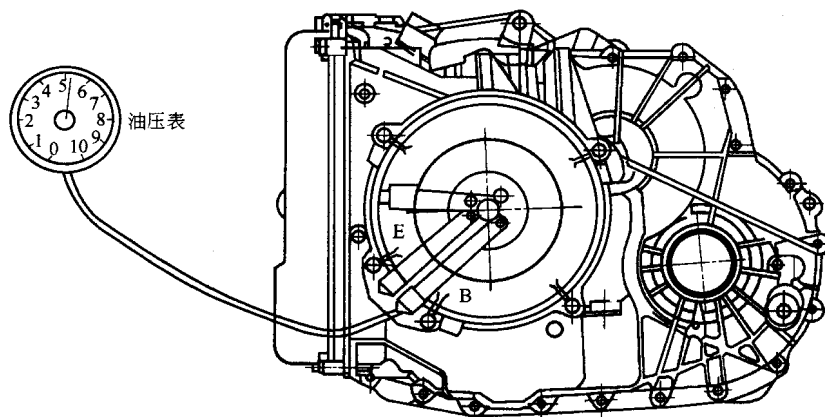

图 1-5 自动变速器油压测试口 B 和 E 的位置
- (1) 自动变速器各档位动作元件一览表 见表 1-3。
- (2) 自动变速器升档速度表 见表 1-4。
- (3) 自动变速器降档速度表 见表 1-5。
- (4) 自动变速器管路压力 见表 1-6, 测试口 B、E 见图 1-5。